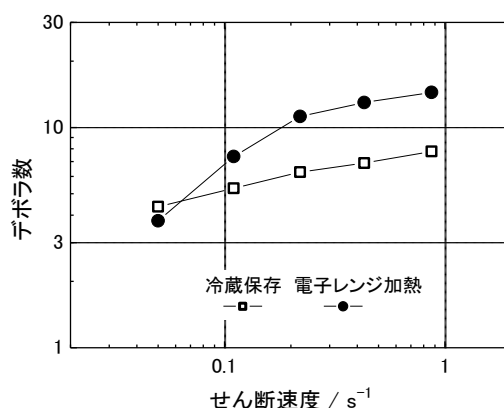

図 3 米飯のデボラ数の電子レンジ加熱による変化
(4) 平行平板ジオメトリの使用例として、米飯（糊状）を図3に示します。冷蔵保存した米飯とそれを電子レンジで再加熱したもの（測定は両者室温）の比較ですが、せん断速度の高い部分で電子レンジ加熱試料のデボラ数が明確に大きくなっています。電子レンジで加熱することにより炊きたての食感が戻るという経験から、この手法によって食感を数値化できる可能性を示しています。なお、米飯を糊状にしなくても米粒1つだけで測定可能で、同様の結果が得られています。